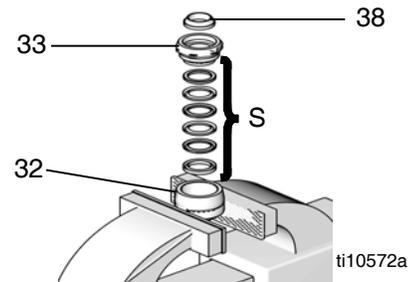

ABB. 18
1. Schmieren Sie die Ansaugventilpackungen (S), und setzen Sie sie in das Ventil (32) ein. Siehe ABB. 18. Angaben zur richtigen Packungskonfiguration für das Ansaugventil finden Sie in den Abschnitten zu den Packungssätzen.
2. Drücken Sie die Ansaugventildichtung (38) mit der schrägen Seite nach oben in die Vertiefung in der Packungsmutter am Ansaugventil (33), bis sie in ihre Position einrastet. Die Nase der Dichtung sollte mit der Fläche der Packungsmutter in einer Höhe oder leicht zurückgezogen sein. Siehe ABB. 18.
3. Spannen Sie die abgeflachten Stellen des Ventilgehäuses (32) in einen Schraubstock ein. Schrauben Sie die Packungsmutter (33) mit der Hand auf das Ventilgehäuse auf. Legen Sie die Ansauggehäusebaugruppe beiseite.